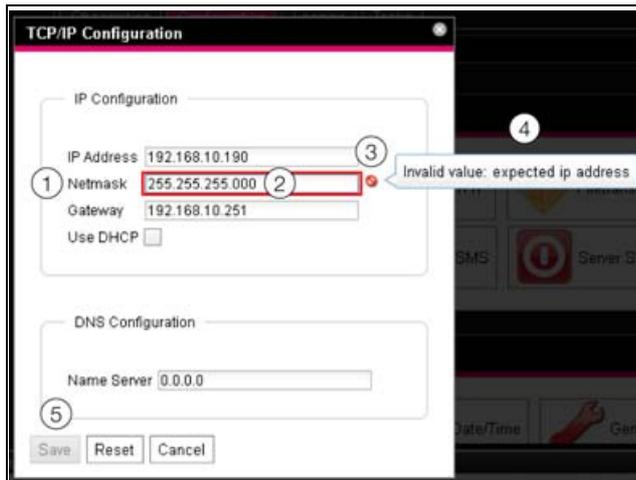

Abb. 76: Anzeige einer fehlerhaften Eingabe
- Hinter dem fehlerhaften Eintrag (Abb. 76, Pos. 2) im Feld **Netmask** (Abb. 76, Pos. 1) erscheint ein rotes „Verbotssymbol“ (Abb. 76, Pos. 3).
- Wenn Sie den Mauszeiger über das Verbotssymbol setzen, erscheint ein Hinweis mit Zusatzinformationen zum Fehler (Abb. 76, Pos. 4).
- Die Schaltfläche **Save** ist deaktiviert (Abb. 76, Pos. 5), so dass die aktuell hinterlegten Werte so nicht abgespeichert werden können.